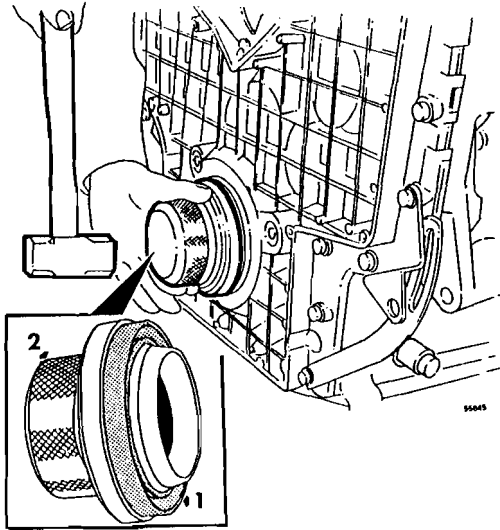
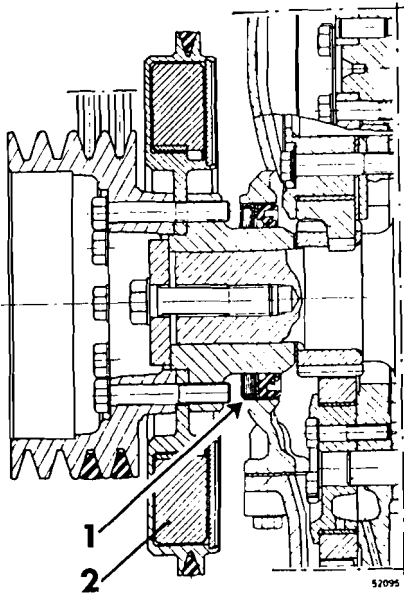

Fig. 190
Fig. 191
- 10 Poner un nuevo anillo de estanqueidad en el mandril 6795, véase fig. 190.
- 11 Montar ahora el anillo de fieltro en el mandril 6795 e introducirlo en la tapa de la distribución golpeándolo de forma que el anillo de estanqueidad sea introducido en la misma extensión, hasta que el mandril llega al fondo de la tapa, véase la fig. 190 y fig. 191.